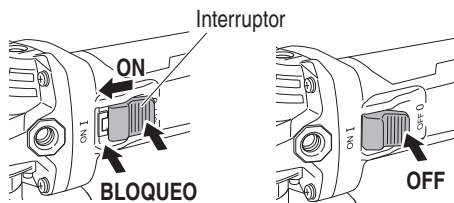

Fig. 3
2. Conecte la alimentación de la amoladora. (Fig. 3)
Apague la amoladora (Fig. 3)